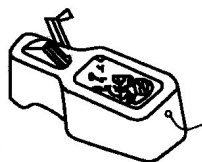

图 1-5 墨斗
③ 墨斗 用于在板料上弹出黑色或彩色的长直线，如图 1-5 所示。